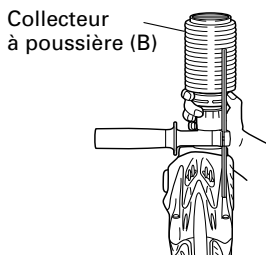

Fig. 5
7. Lors de l'installation de la capuchon à poussière ou du collecteur de poussière (B) (accessoires en option) (Fig. 4, Fig. 5)
Lors de l'utilisation du collecteur à poussière (B), l'insérer par le bout du foret en l'alignant avec la rainure sur la poignée. (Fig. 5)